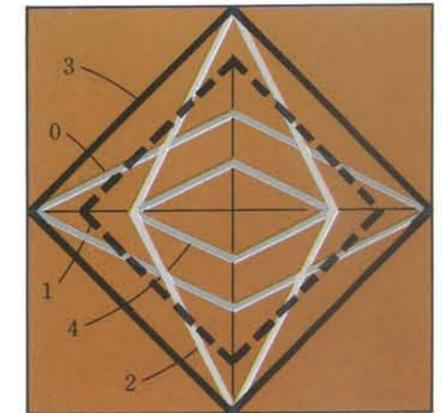

図5 スクリーン角度
この操作プログラム台からの信号は、彫刻部の演算回路へ与えられ、その後、彫刻ヘッド部のダイヤモンド・スタイラスを振動させるアナログ信号に変換され、原稿走査の画像（濃淡）信号の強弱と重ね合わせ、3,600セル/秒/60線/cm、4,000セル/秒/70線/cmのスピードで彫刻します。そのスタイラスを振動させるのは、電磁気力です。インキのセルの形状は、5種類あり、彫刻シリンダーの回転速度と彫刻ヘッドの横送りピッチをえることにより変化させます。このセル形状の違いを、スクリーン角度と呼びます。（図5参照）
- スクリーン角度 (図5)